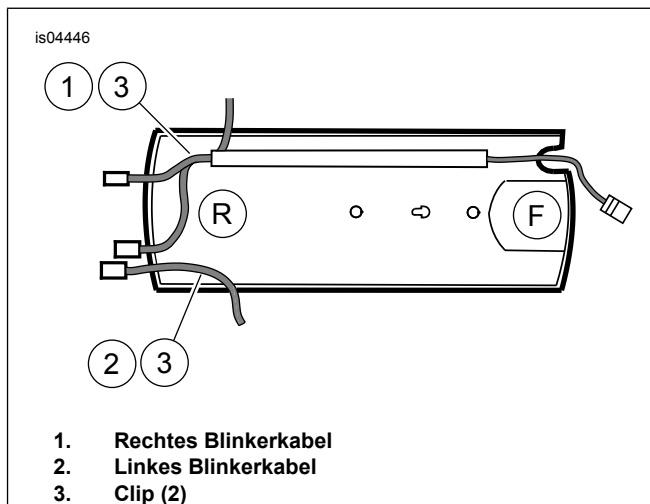

Abbildung 3. Blinkerkabel und Clip (Ansicht von unten)
5. Siehe Abbildung 3. Den Blinkerkabelbaum (1, 2) aus den Clips (3) unter dem Hinterradschutzblech ausbauen, und die Kabel herausziehen.